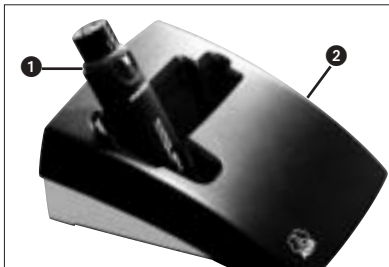

Fig. 3: Cargar el acumulador con la estación de carga opcional CU 40
- Empuje la tapa de la caja de pilas (1) sobre el emisor en dirección contraria a la flecha, hasta que quede enclavada.
3.2 Funcionamiento con acumulador (véase Fig. 3)
Para cargar el acumulador tiene que poner el emisor (1) en la estación de carga opcional CU 40 (2), tal como se indica en la Fig. 3.